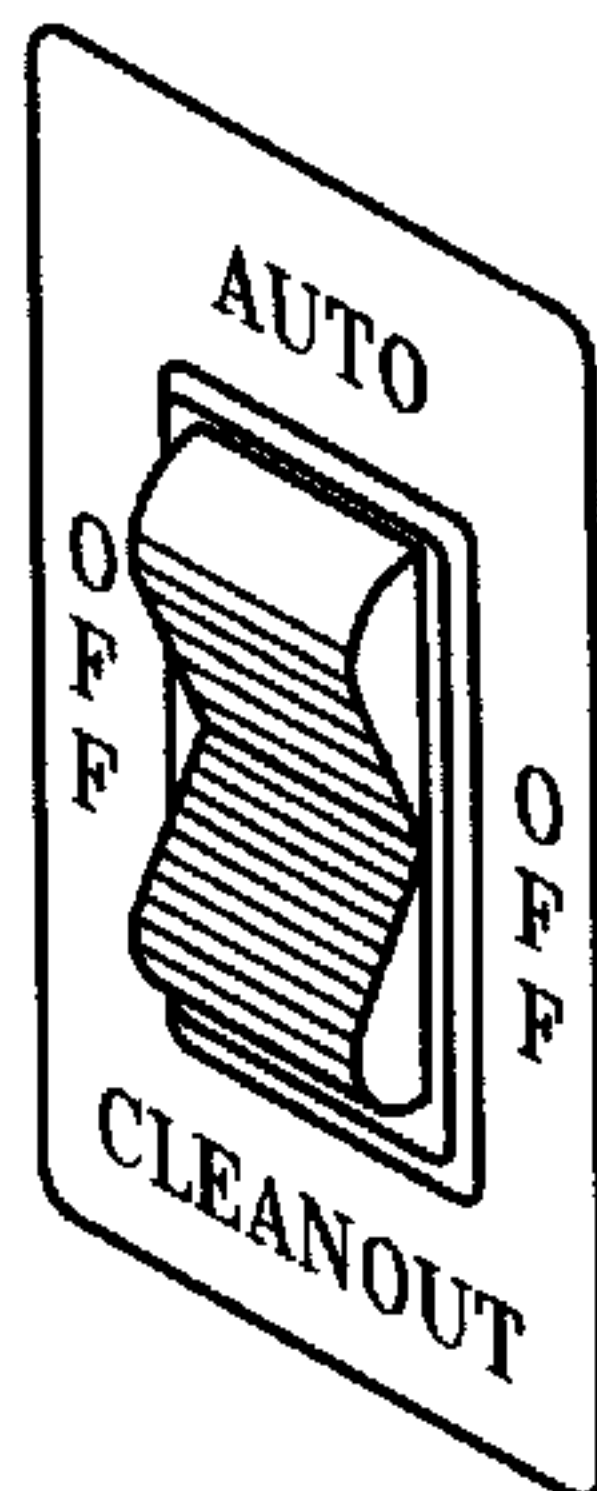

Рис. 2. Главный выключатель
4. Установите главный выключатель (рис. 2) в положение **CLEANOUT** (ОПОРОЖНЕНИЕ) на короткое время, чтобы проверить направление вращения шкива мутовки (изображение в разобранном виде). Он должен вращаться по часовой стрелке, если смотреть с задней стороны машины.